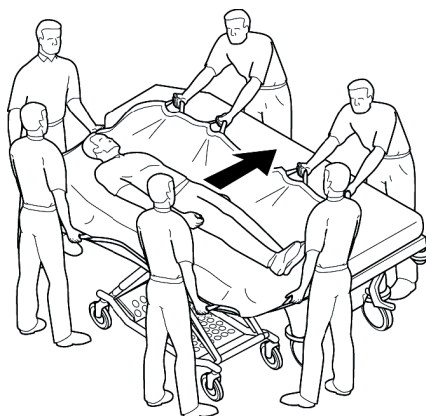

Figure 4
5. Utiliser le drap de transfert pour déplacer le patient d'une surface à l'autre, comme le montre la Figure 4.